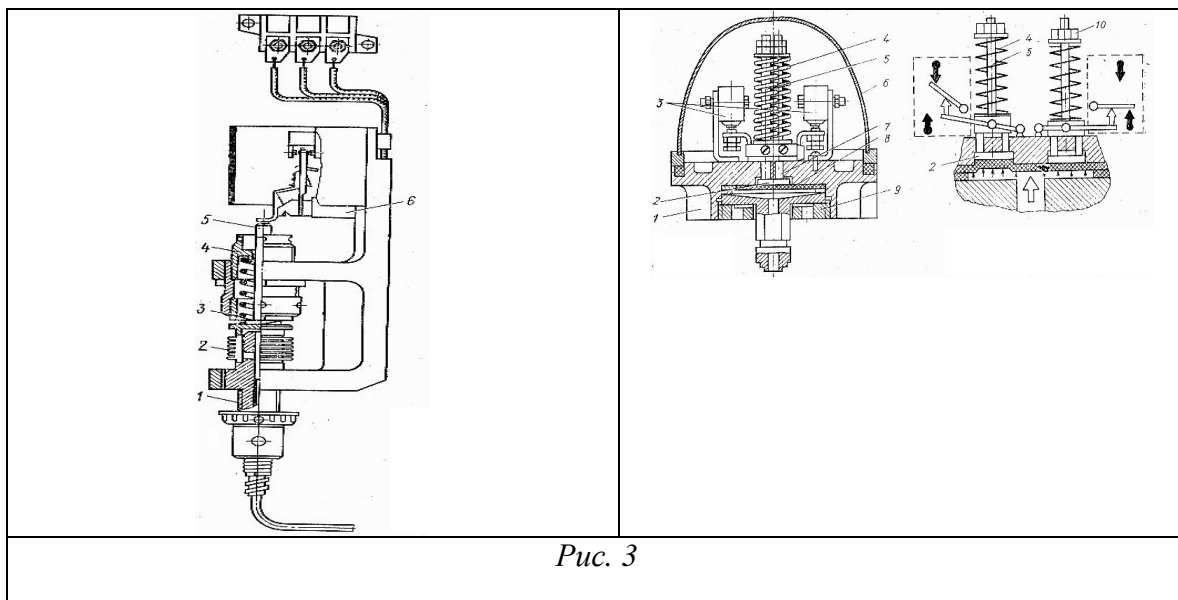

Рис. 3
3. Датчики и реле давления в системах судовой автоматики. Принцип работы датчиков (рис.3). Применение в системах автоматики